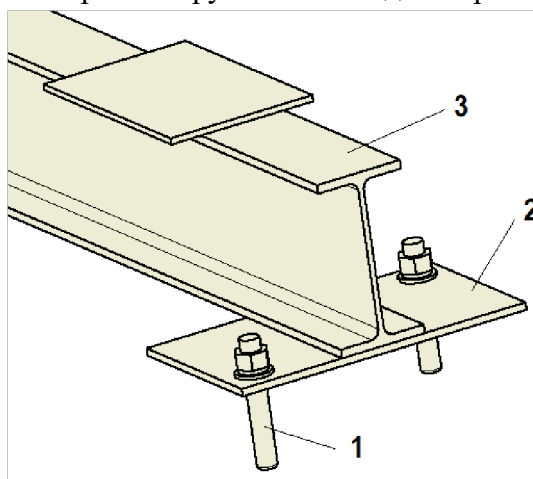

Рисунок 4.8 - Установка подставки станины
- установить закладные пластины (поз.2) на пол машинного помещения, закрепив анкерными болтами (поз.1) (рис. 4.8);